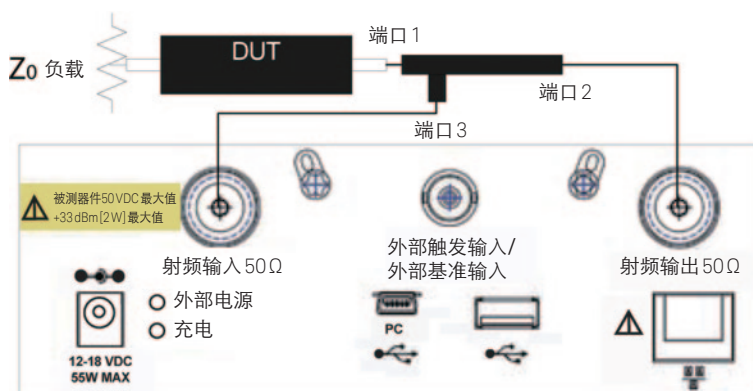

图3. 反射系数测量设置
连接射频输出端口至定向耦合器的端口 2。连接被测器件至端口 1。连接隔离臂至射频输入端口。图 3 中，端口 2 和 3 为隔离端口；端口 1 和 3 为耦合端口，而端口 1 和 2 为直通端口对。
2、在测量反射系数之前，必须先确定一个基准电压，进行归一化。这里采用端接开路件形成全反射时的反射功率作为基准电压，用开路件代替图 3 中的被测器件。全反射的反射波经过定向耦合器进入到频谱仪的射频输入端口，然后进行归一化，把基准功率设置为 0 dB (全反射， $|r|=1$ ， $20 \lg 1 = 0 \text{ dB}$ )。在正确连接开路件并完成一次扫描后，对频谱分析仪的测量结果进行归一化：`[MEAS]>[Amplitude On]>[Normalize OFF]>[Store Ref1->4]>[Normalize On]`。